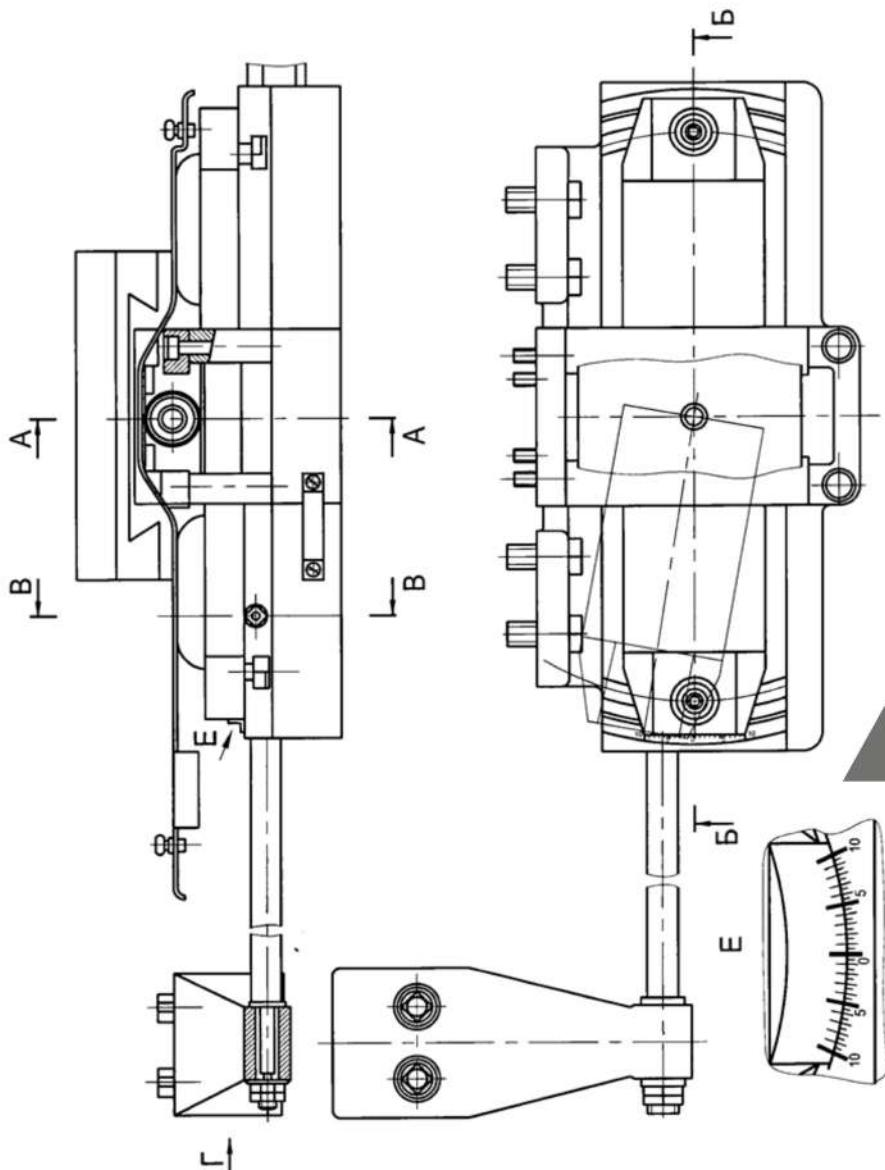

Рисунок 1. Линейка конусная
**Конусная линейка** (рис.1,1а) крепится к корпусу каретки при помощи кронштейна, в пазах которого перемещаются салазки . На салазках закреплена линейка, в ее пазах перемещается ползун, жестко связанный с ходовым винтом поперечного суппорта.
Целые градусы устанавливаются по центральной риске (см. рис.1 вид Е).
Рисунок 1а. Линейка конусная